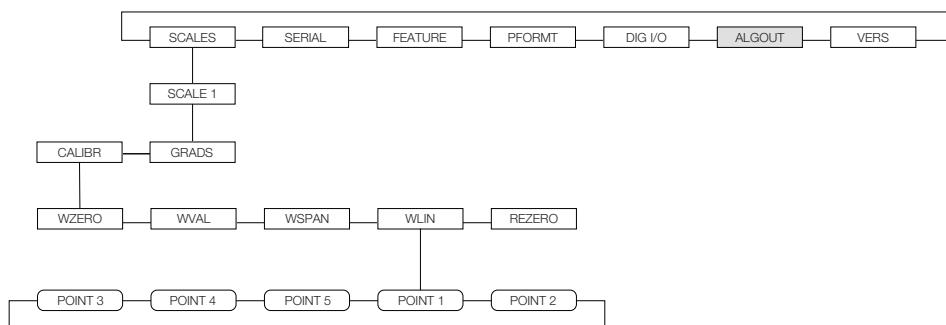

Figura 4-1. Submenú de calibración (CALIBR)
2. Con el menú **SCALES [BÁSCULAS]** resaltado, presionar la tecla **Down [Abajo]**, luego seleccionar la báscula de ser calibrada. Presionar **Down [Abajo]** de nuevo (el parámetro *GRADS* quedará resaltado), luego presionar **Left [Izquierda]** para hacer resaltar el submenú **CALIBR** (vean la Figura 4-1). Presionar **Down [Abajo]** para ir a la calibración del cero (*WZERO*). Vean la Figura 4-2 en la página 51.